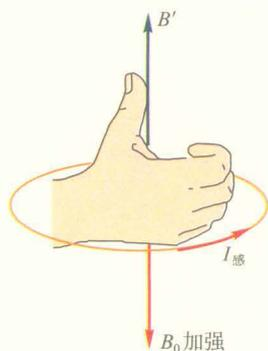

图 1-4-5 感应电流方向的判定
4. 用安培定则（图 1-4-5）判断能够形成上述磁场 B' 的感应电流的方向。